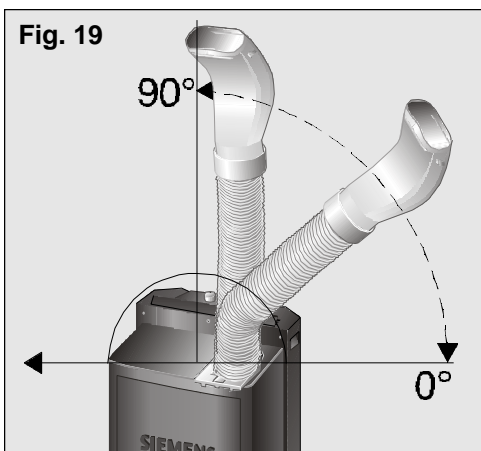

Fig. 21
- Situate un recipiente all'uscita del tubo e rimuovete il tappo per raccogliere l'acqua di condensa, Fig. 21.